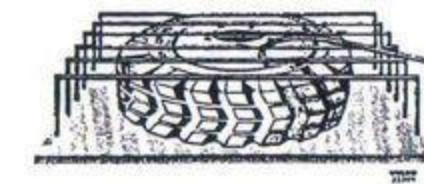

Bild 137. Pumpning av däck.
**OBS!** Slå aldrig på sidoringsens sida om hjulet vid pumpningen. Bäst är att ha ett skydd, tex enligt bild 137.